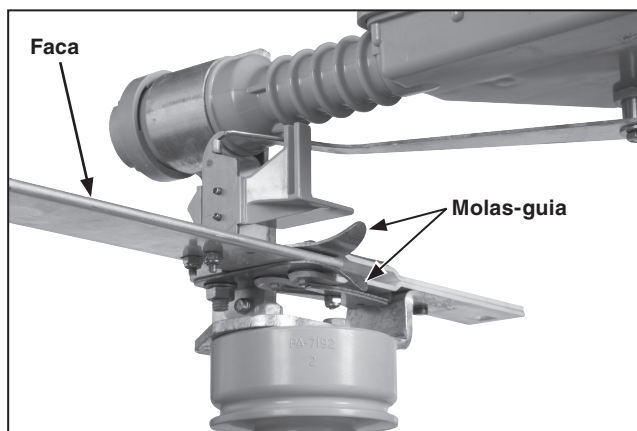

Figura 35. Durante o fechamento, assegure-se que a faca entra de forma centralizada nas molas-guia.
- A faca deve se movimentar para dentro das guias de contato de mordente no centro. Ver Figura 35.